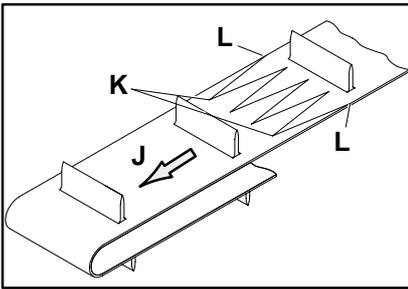

Abbildung 9: Hinweise zur Ausrichtung des Ersatzfördergurtes
Richten Sie den Ersatzfördergurt so aus, daß die Spitzen der Gurtspleißung (K in Abbildung 9) in Laufrichtung (J) und daß